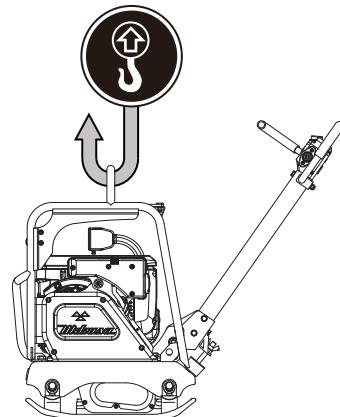

図 13
- 吊り上げの際は必ずガードフックに吊り上げ具を引掛けてください。(図13)